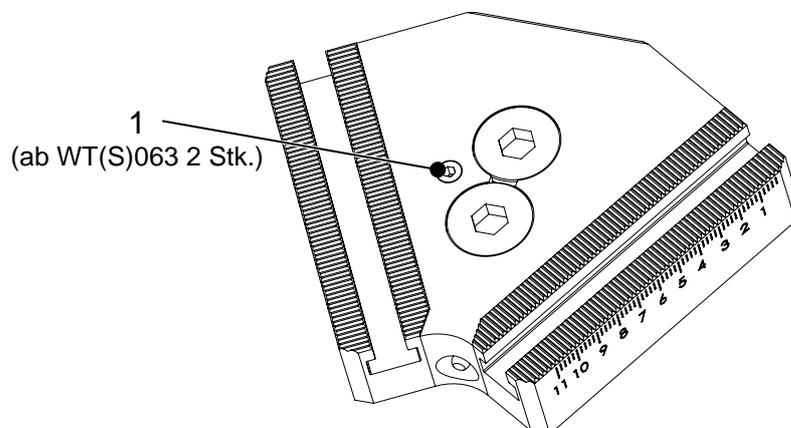

Abb. 2-2: Funktionsweise der INOZet® Pendelbrücken
- Drehrichtung des Arretierbolzens (1, Abb. 2-2) **entgegen dem Uhrzeigersinn**
- Drehrichtung der(s) Arretierbolzen(s) (1, Abb. 2-2) **im Uhrzeigersinn**